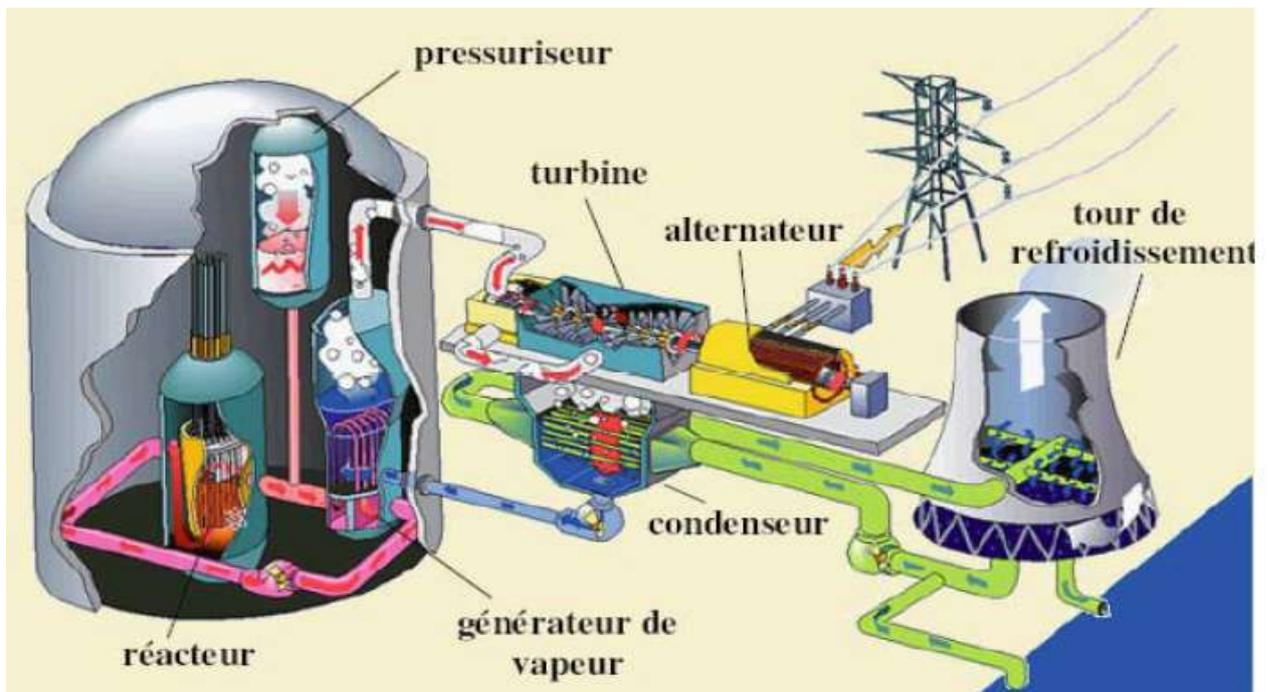

Figure 16 : Constituants et principe de la centrale nucléaire.
- 4- des **tours de refroidissement** uniquement en bord de rivière. Identique à celle d'une centrale thermique conventionnelle (figure 16).